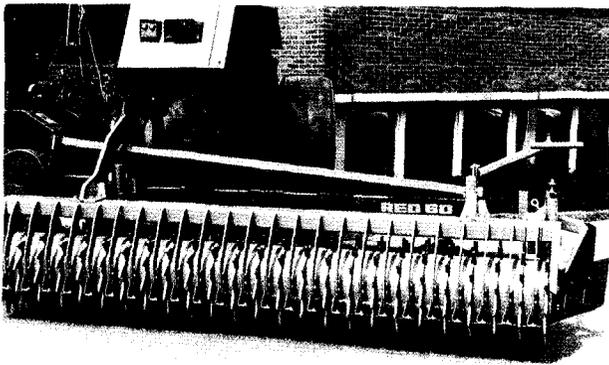

Fig. 26
- △ Abstützungsteile (Fig. 23/1) links und rechts außen am Rahmen der Rüttelegge anschrauben. Für die zweiteiligen Zahnpackerwalzen (Fig. 26) mit 6 m Arbeitsbreite sind in Maschinenmitte ebenfalls Befestigungsteile (Fig. 23/2) zu montieren